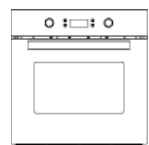

Abbildung 5
4. Verstauen Sie das Backgitter und sonstiges Zubehör im Garraum; die Montage wird entsprechend der Abbildung 5 abgeschlossen.
AUFSTELLUNG DES GERÄTS (siehe Fig. 5)